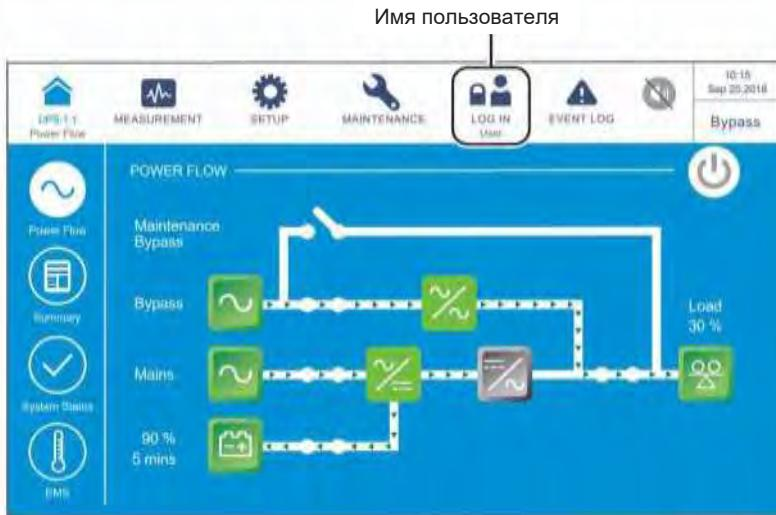

Рисунок 7-4: Главный экран и имя пользователя
- 2 Примерно через 20 секунд после появления начального экрана (см. **Рисунок 7-3**) на ЖК-дисплее появится главный экран (см. **Рисунок 7-4**). После этого можно использовать ЖК-дисплей для управления ИБП. Обратите внимание, что при появлении главного экрана состояние входа пользователя (**User**) будет таким, как показано на рисунке ниже.